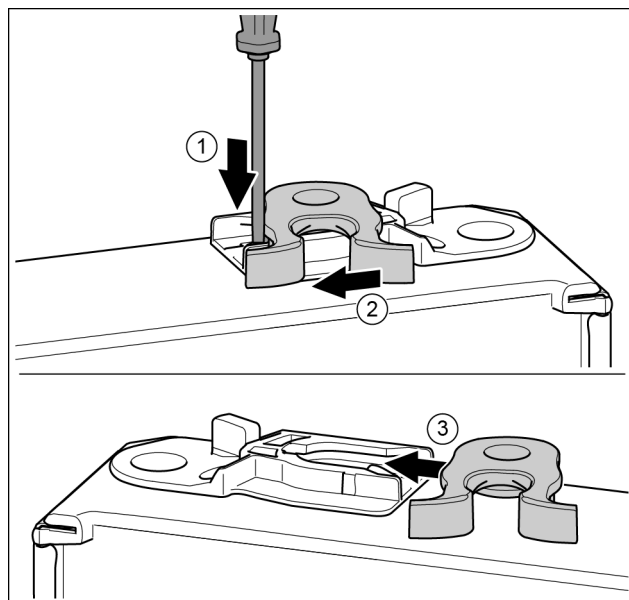

*Fig. 16*
- ▶ Sejměte kryt a připevněte jej na druhé straně. *Fig. 16 (1)*
- ▶ Nasadte stojan ložiska na druhé straně a přišroubujte pomocí šroubováku T25. Začněte šroubem 2 dole uprostřed. *Fig. 16 (2)*
- ▶ Pevně utáhněte šroub 3 a 4. *Fig. 16 (3, 4)*
- ▶ Zcela vložte ložiskový čep. Přitom dávejte pozor, aby zajišťovací vačka směřovala dozadu. *Fig. 16 (5)*